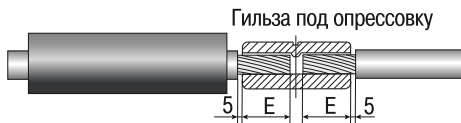

Рисунок 5
4.9 При соединении жил гильзами под опрессовку удалить изоляцию с жил на длине Е+5мм (рисунок 5).
4.12.1 Установить на соединяемые жилы гильзу и произвести опрессовку. Секторные жилы перед опрессовкой должны быть скруглены пассатижами, лёгким обиванием киянкой или специальным инструментом (рисунок 5).